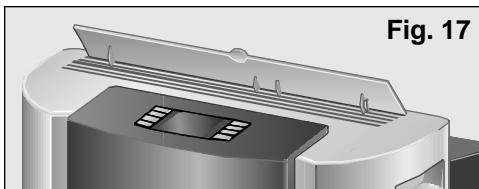

Fig. 17
- Alzate l'orientatore dell'aria situato nella parte superiore dell'apparecchio, Fig. 17.